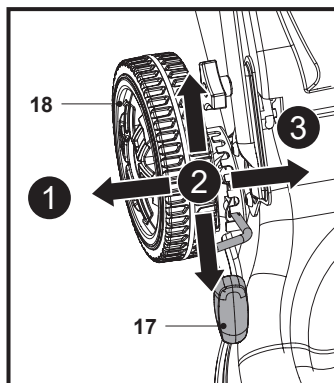

Fig. 13
1. Trage maneta pentru reglarea înălțimii de tăiere (17) către roata din spate (18) (Fig. 13, pasul 1) și Ține-o în această poziție.
2. Mișcă maneta pentru reglarea înălțimii de tăiere (17) înainte sau înapoi până la înălțimea dorită (Fig. 13, pasul 2).
3. Eliberează maneta (17) și asigură-te că se cuplează corect în locul dorit (Fig. 13, pasul 3).